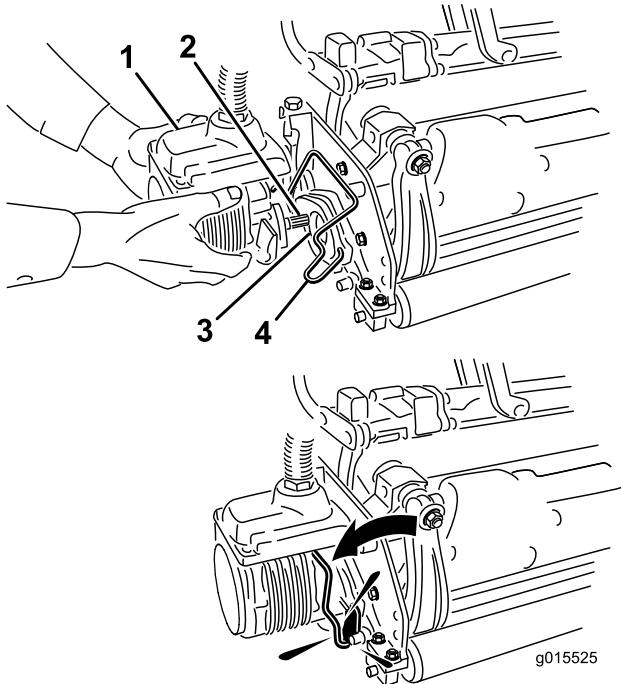

Figura 15
- Cubra el eje acanalado del motor de la unidad de corte con grasa limpia (Figura 15).
- Introduzca el motor en el lado izquierdo de la unidad de corte (visto desde el puesto del operador) y tire de la barra de retención del motor (en la unidad de corte) hacia el motor hasta que oiga un "clic" en ambos lados del motor (Figura 15).